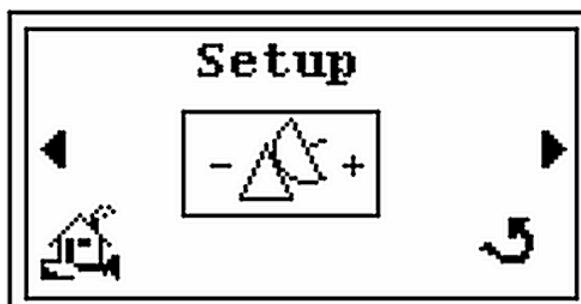

Figure 2-20 Ecran de réglage
3. Presser ► et l'écran de *Réglage* apparaît (Figure 2-20).